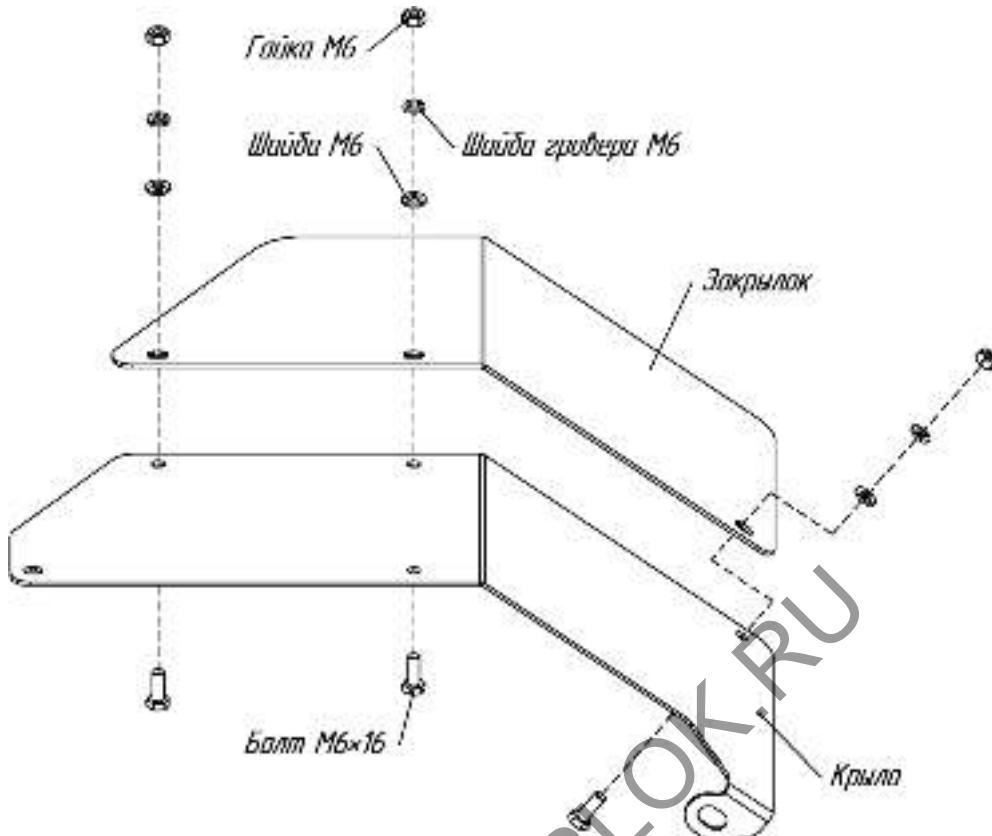

Рис.8 Схема крепления закрылок (дополнительных крыльев)
29. Защитные устройства и щитки должны быть установлены на соответствующие места и надежно закреплены с помощью исправного стандартного инструмента (рис.8).
10. При работе с фрезами-культиваторами необходимо установить закрылки (рис.8).